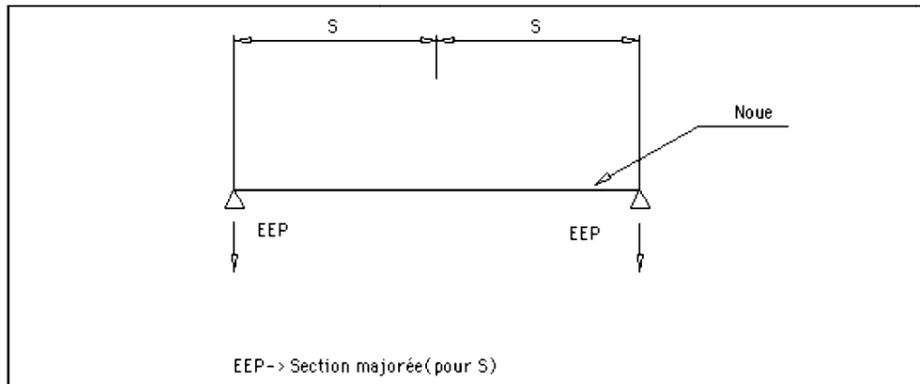

Figure H.8
Une EEP près de chaque poteau (figures H.8, H.9 et H.12).
- Une EEP (section majorée) près de chaque poteau (figure H.8)